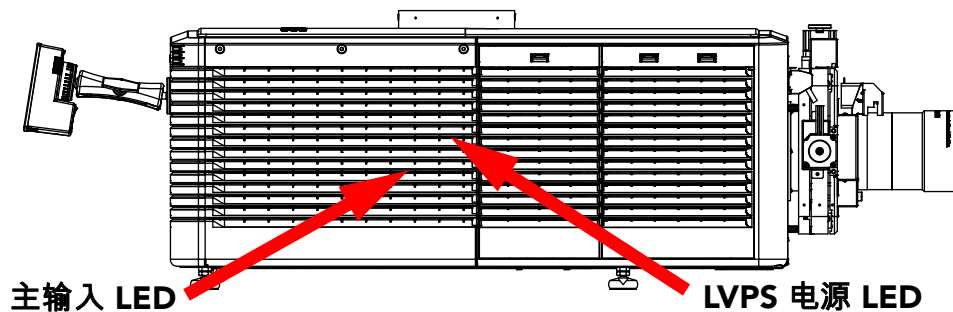

图 5-2 查看电源状态 LED
3. 仔细查看后部右侧栅格，确认电源。右上角应显示一个 LED。这说明 LVPS 已接通电源。左下角应显示另一个 LED，指示主输入。（图 5-2）